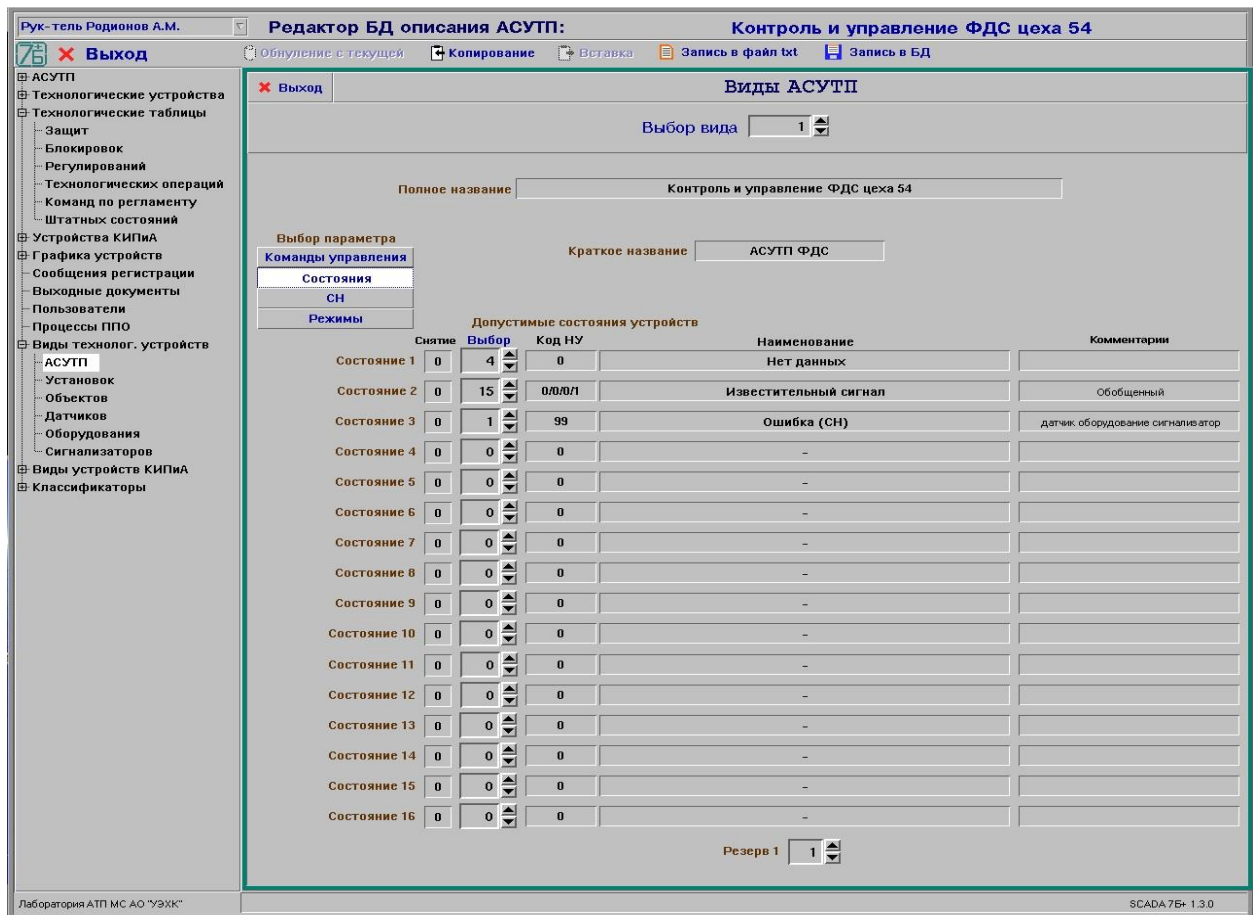

Рисунок 31 – Окно редактирования видов АСУТП
8.21.1 Выбрать в иерархическом списке группу тем «Виды технологических устройств». После выбора в группе одной из тем: «АСУТП», «Установок», «Объектов», «Оборудования», «Датчиков», «Сигнализаторов», «Контроллеров», «Модулей контроллеров», «СВТ» (группы тем «Виды устройств») на экране будет отображено окно редактирования параметров описания видов (см. рис. 31 - 39).